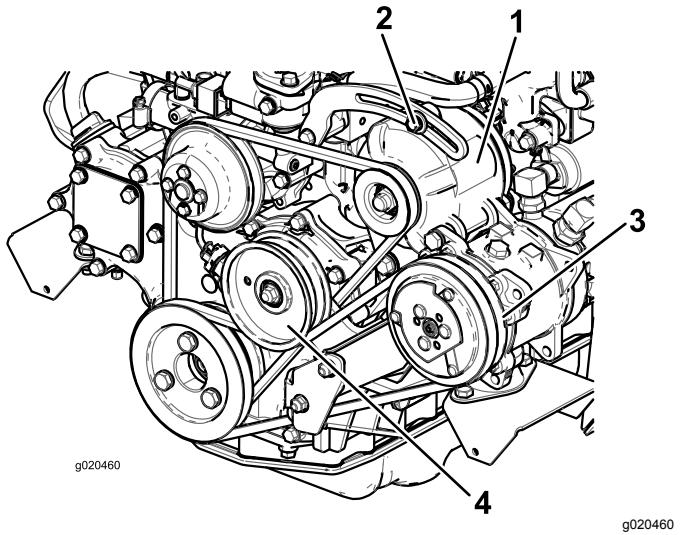

Figura 113
Si la desviación no es de 10 mm, afloje los pernos de montaje del alternador (Figura 113).
2. Si la desviación no es de 10 mm, afloje el perno de montaje de la polea tensora (Figura 113). Aumente o reduzca la tensión de la correa del compresor y apriete el perno. Verifique de nuevo la desviación de la correa para asegurarse de que la tensión es la correcta.
Compruebe la condición y la tensión de la correa (Figura 113) cada 100 horas de operación.